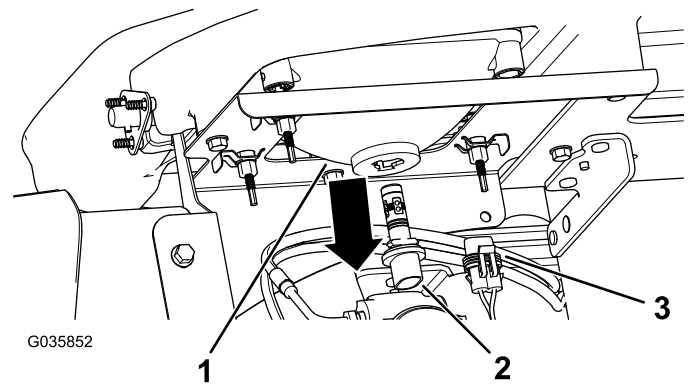

Рисунок 44
3. Отсоедините электрический соединитель жгута проводов от соединителя лампы в сборе в задней части корпуса передней фары (Рисунок 44).
4. Поверните лампу в сборе на $\frac{1}{4}$ оборота против часовой стрелки и одновременно переместите ее назад, чтобы извлечь из корпуса фары (Рисунок 44).
5. Вставьте новую лампу в сборе и корпус фары, совместите выступы в лампе с пазами в корпусе фары (Рисунок 44).
6. Закрепите лампу в сборе, повернув ее на $\frac{1}{4}$ оборота по часовой стрелке (Рисунок 44).
7. Подсоедините электрический соединитель жгута к соединителю нового узла лампы (Рисунок 44).